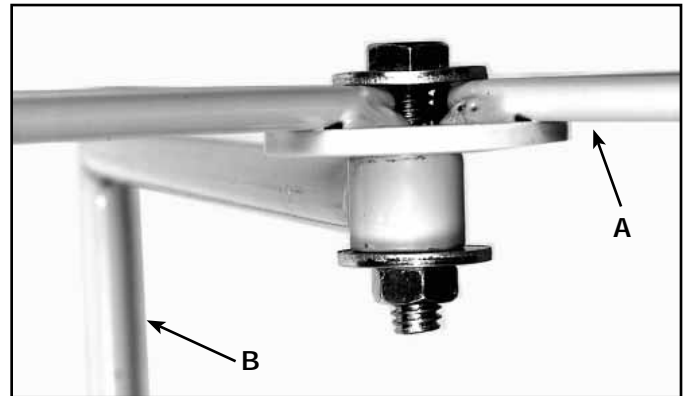

Fig. 12
2. Coloque una arandela plana pequeña de 9,5 mm (3/8") sobre un tornillo de cabeza hexagonal de 8 mm x 19,1 mm (5/16" x 1/4"). Inserte el tornillo a través del orificio del centro del conjunto para colgar la bolsa (A) Fig. 12 y Fig. 12A y a través del orificio en la varilla para colgar la bolsa superior (B) Fig. 12. Luego, coloque otra arandela plana grande de 8 mm (5/16") sobre el extremo del tornillo con una tuerca hexagonal del mismo tamaño. El conjunto se muestra completo en la Fig. 12. Ajustelos firmemente con una llave de 12 mm.